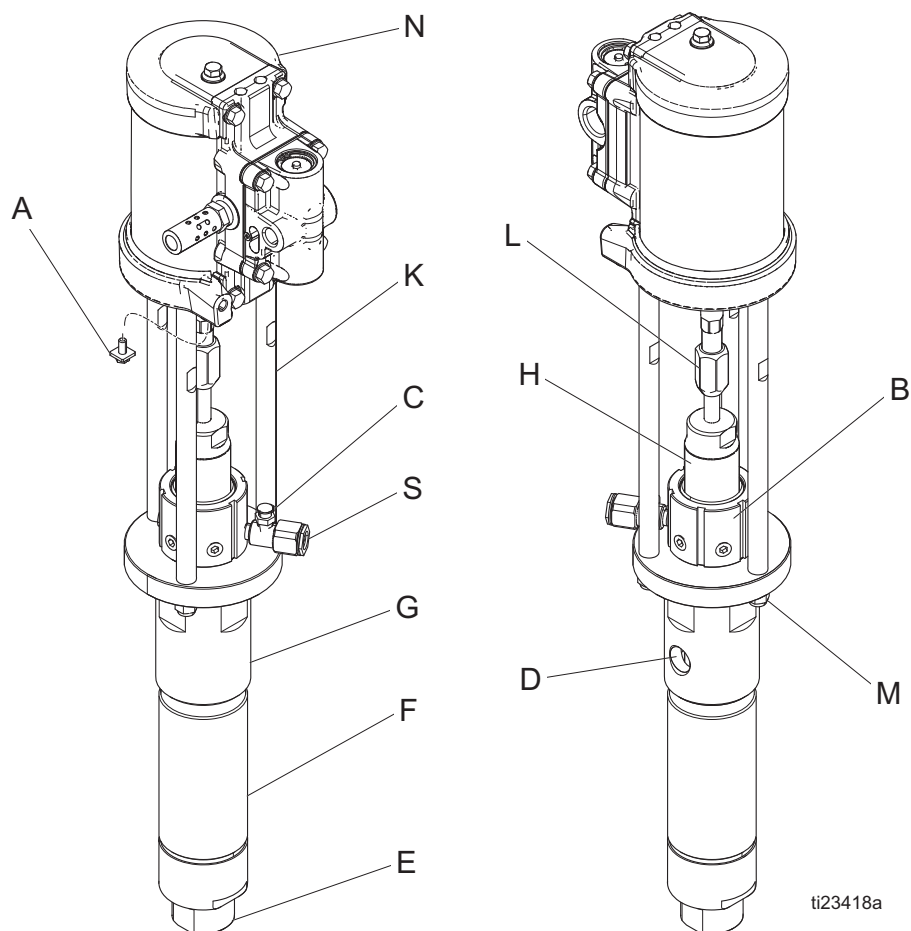

FIG. 1. Komponentidentifiering
- Märk upp pumpvätskeutloppet (D) läge i förhållande till luftinloppet på luftmotorn. Se FIG. 1, sidan 4.
3. Skruva på dragstångsmuttrarna (4) löst på dragstängerna (3).
4. Montera kopplingsmuttern och kragarna på kolvstången. Håll fast de plana ytorna på motorpositioneringsstången med en skruvnyckel och dra åt kopplingsmuttern (9) med en annan skruvnyckel.
5. Se FIG. 1, sidan 4. Stryk på gängtätning på pumpvätskeutloppet (D) och på gängorna på vätskeslangen. Montera pumpen och återanslut alla slangar. Återanslut jordledningen om den kopplades loss vid reparationen. Dra åt våtkoppen (B) till 81 N•m (60 ft-lb). Fyll på våtkoppsporten (C) med Graco TSL.
6. Dra åt låsmuttrarna på dragstängerna (4) jämnt till moment 20-27 N•m (15-20 ft-lb).
8. Titta efter läckage vid våtkoppen (B). Utför **Tryckavlastningsprocedur**, sidan 5.